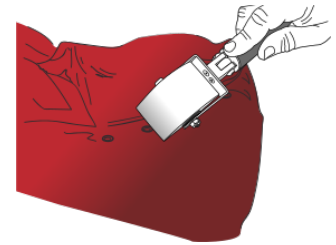

Figure 18
- › Passer ensuite la ROLLRIV (FIG. 18) sur le film pour le faire adhérer sur toute la surface du rivet puis faire le tour du rivet avec la raclette ou le pouce.